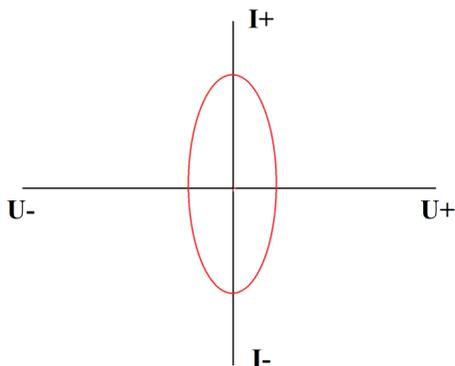

Рисунок 9. Внешний вид графика ВАХ конденсатора.
- ВАХ конденсатора имеет форму эллипса (Рисунок 9).